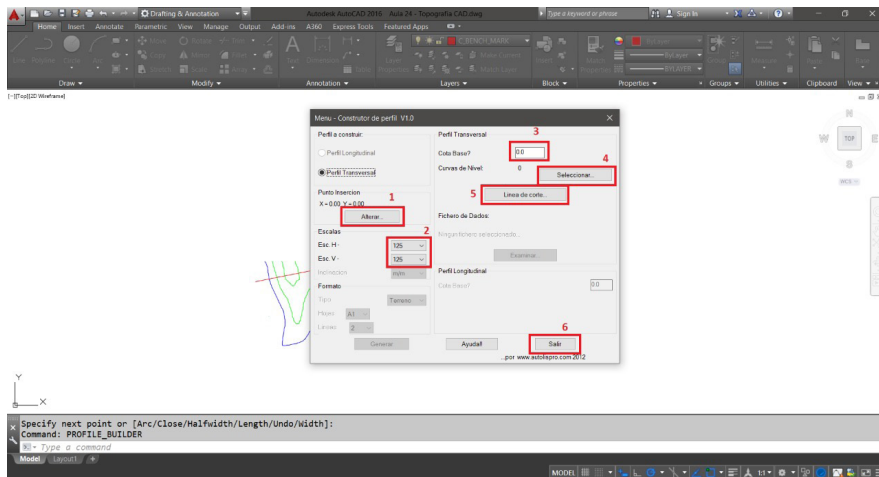
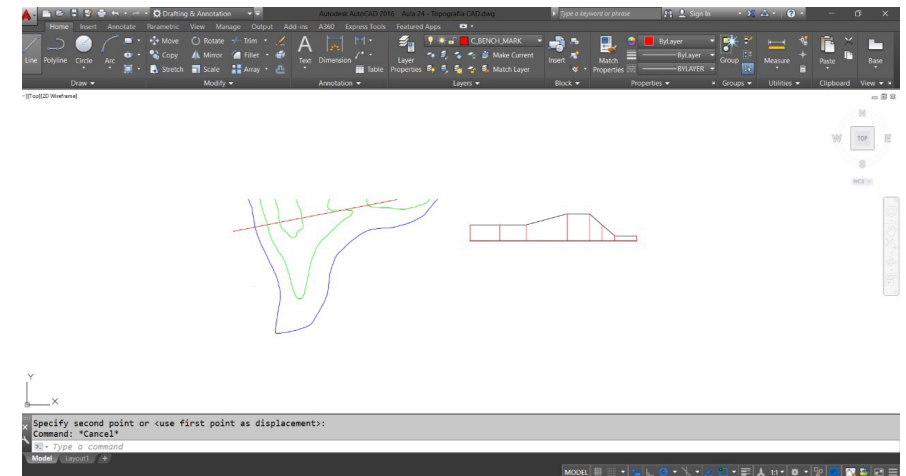

Figura 142 - Janela de interação do *Profile Builder*
Figura 143 - Perfil de elevação gerado
O próximo passo é utilizar o comando da rotina. Para isto deve-se digitar na barra de comandos o nome da rotina (*Profile_Builder*) e automaticamente a janela de interação mostrada na Figura 142 será aberta.
Deve-se primeiramente definir o local onde o perfil de elevação será gerado através do botão 1, mostrado na Figura 142, e em seguida, selecionar através das caixas de seleção (2) as escalas Vertical e Horizontal desejadas.
Na caixa de diálogo (3) mostrada na Figura 142, deve ser preenchida a cota mínima a ser mostrada no perfil de elevação. Os botões 4 e 5 são utilizados para seleção das curvas de nível e da reta do perfil de elevação, respectivamente.
Feitas as seleções, deve-se clicar no Botão 6, mostrado na Figura 142, e automaticamente o perfil de elevação será gerado de acordo com as escalas selecionadas, como no modelo da Figura 143.